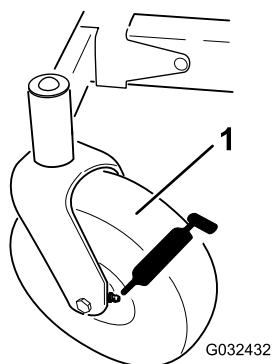

**Figure 37**
3. Nettoyez les graisseurs (Figure 37) avec un chiffon.
4. Raccordez une pompe à graisse à chaque graisseur (Figure 37).